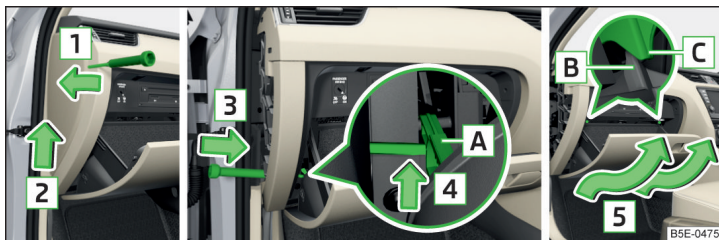

Abb. 352 Ablagefach auf der Beifahrerseite
- › Einen Schraubendreher unter die Seitenabdeckung einschieben » Abb. 352.
- › Die Anschlagpuffer **B** des Ablagefachs hinter die Halterungen **C** einziehen » Abb. 352.